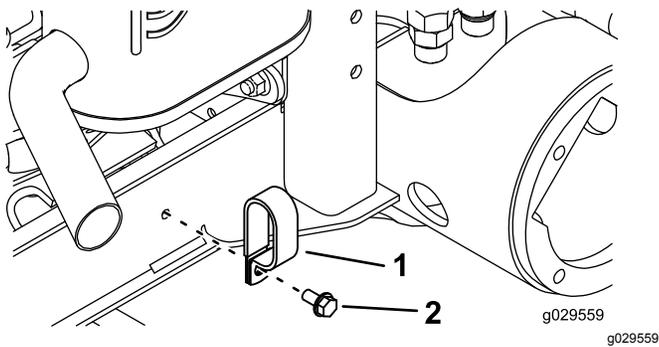

Figura 32
4. Rimuovete il bullone che fissa la fascetta stringitubo al telaio sul lato destro della macchina (Figura 32).